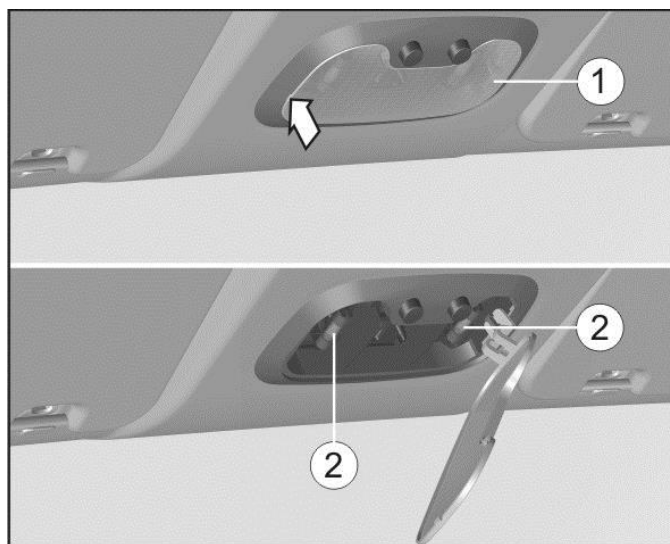

Рис. 7.10. Замена плафона внутреннего освещения кабины: 1 – рассеиватель; 2 – светодиоды
- вставить отвертку в паз в центре левого торца рассеивателя 1 (рис. 7.10), поддеть рассеиватель, повернуть отвертку и снять рассеиватель;